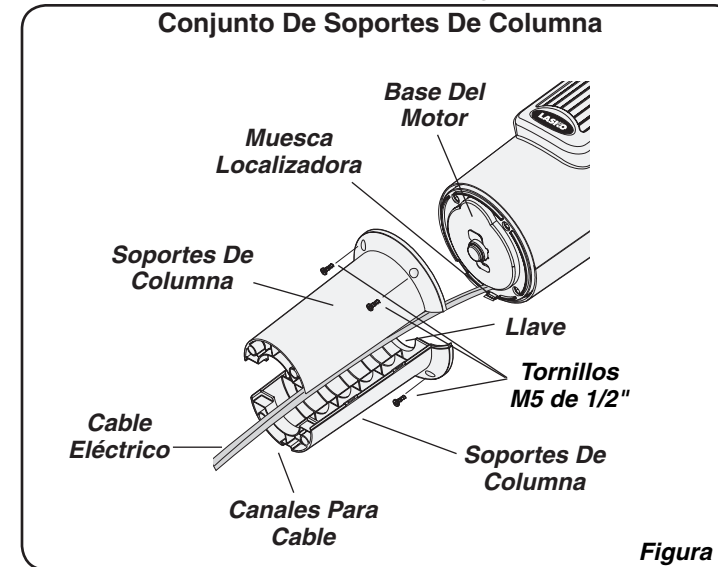

Figura 1
2. Localice el **Cable Eléctrico** en la parte inferior del Ventilador. Coloque el **Cable Eléctrico** en los **Canales Para Cable** de los **Soportes De Columna**. Encaje firmemente los **Soportes De Soportes De Columna** el uno con el otro de modo de formar un **Conjunto De Soportes De Columna**. (Figura 1)
3. Una el **Conjunto De Soportes De Columna** a la **Base Del Motor** con (4) **Tornillos M5 de 1/2" de largo**. Cerciórese de alinear la **Llave** del **Conjunto De Soportes De Columna** con la **Muesca Localizadora** de la **Base Del Motor**. (Figura 1)